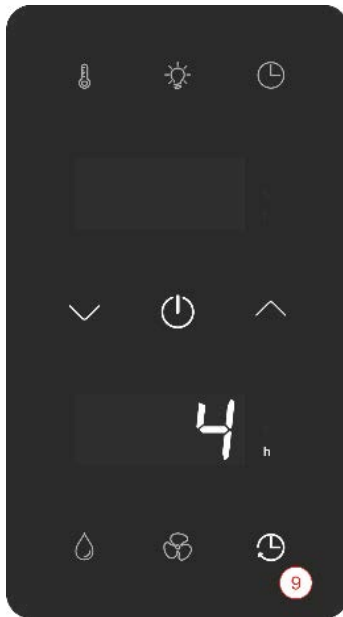

Abb. 26 Einstellung der Laufzeit
1. Betätigen Sie die „Laufzeit-Taste“ (Abb. 26 / Pos. 9) um die Steuerung wieder zu starten.
4. Betätigen Sie erneut die „Laufzeit-Taste“ (Abb. 26 / Pos. 9), um den ausgewählten Wert zu speichern und die Sauna wieder zu starten.